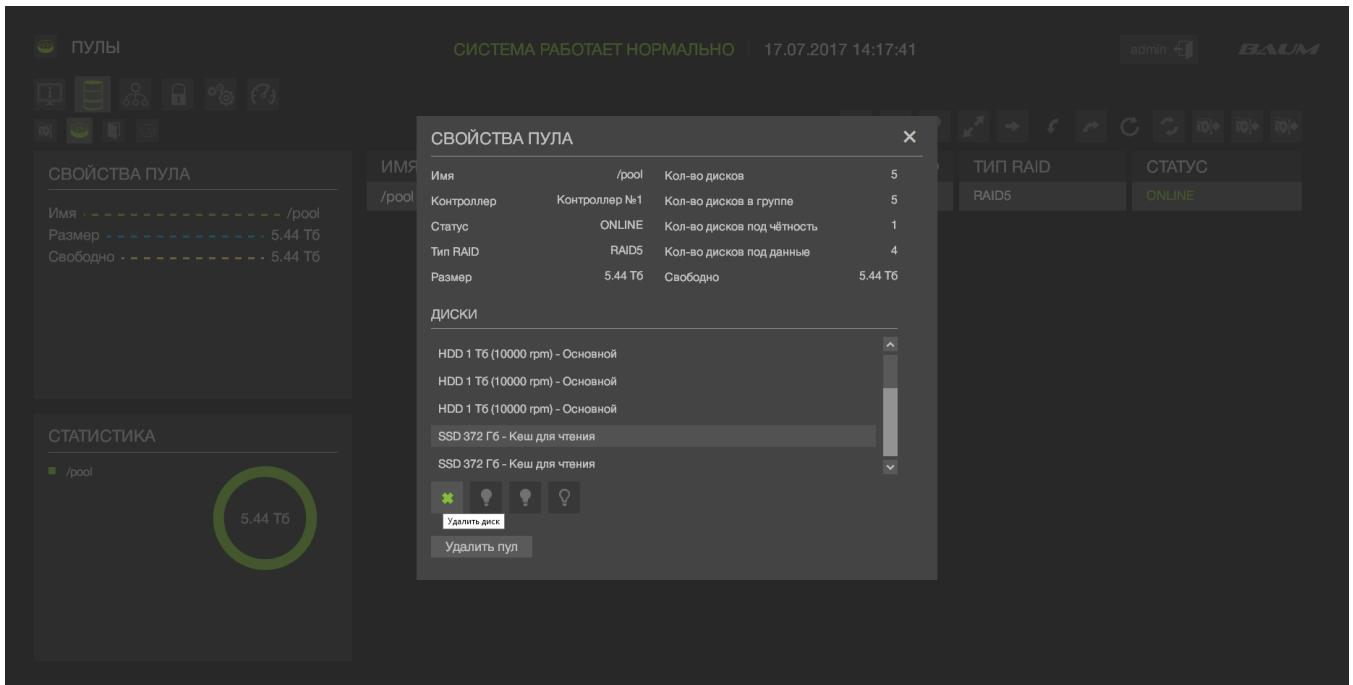

Рисунок 23 – Удаление из пула кэша на чтение
- 3) Нажать на кнопку справа «Свойства» (см. Рисунок 23).